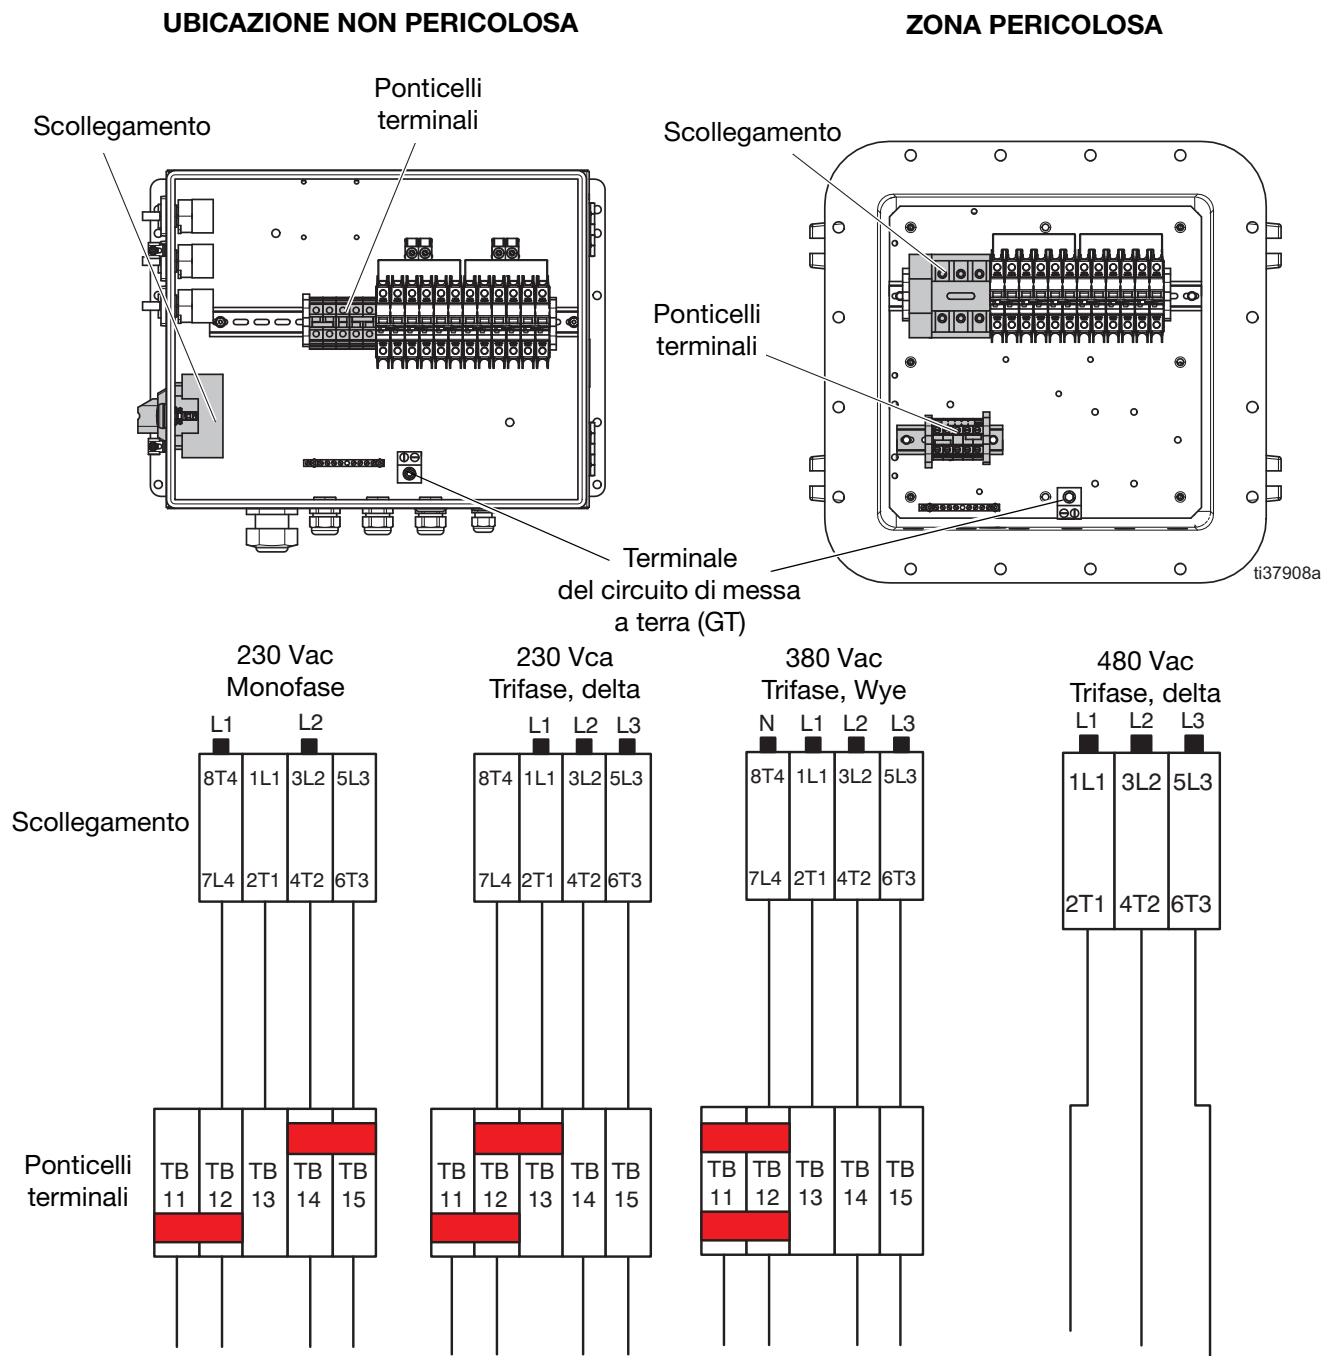

FIG. 7: XM Diagramma di cablaggio
4. Collegare il filo di messa a terra al terminale di messa a terra (GT). Vedere FIG. 7, pagina 30.
5. Collegare il cavo di alimentazione alla disconnessione come mostrato in FIG. 7, pagina 30. Serrare i conduttori a una coppia di 6,2 N•m (55 in-lb). Tirare delicatamente tutti i collegamenti per verificare che siano ben fissati.
6. **Solo ubicazioni non pericolose:** Serrare il serracavo (BH).
7. Installare i ponticelli terminali forniti nelle posizioni mostrate in FIG. 7, pagina 30.
8. Verificare che tutti gli elementi siano collegati correttamente come mostrato nella FIG. 7, pagina 30, quindi chiudere lo sportello della scatola di giunzione.